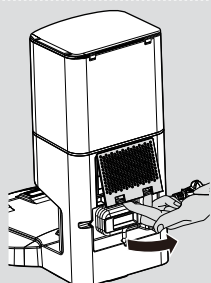

Fig. 10
1. Løs udstødningsfilterdækslet og fjern derefter udstødningsfilteret. [Fig. 10,11]